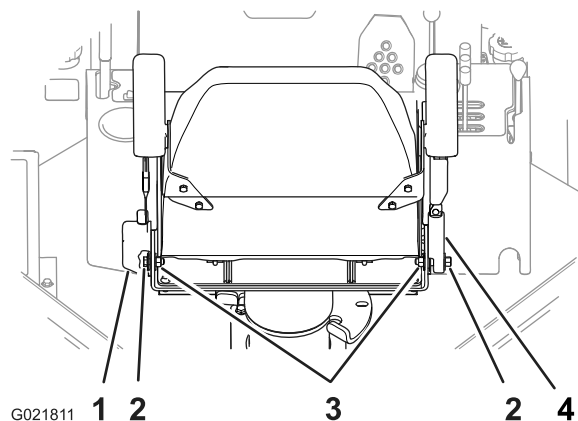

Figure 98
3. Vérifiez que les boulons et les écrous de fixation du rétracteur et de la boucle de la ceinture de sécurité sur le siège sont serrés à un couple de 7,8 à 9,6 Nm ; voir Figure 98.